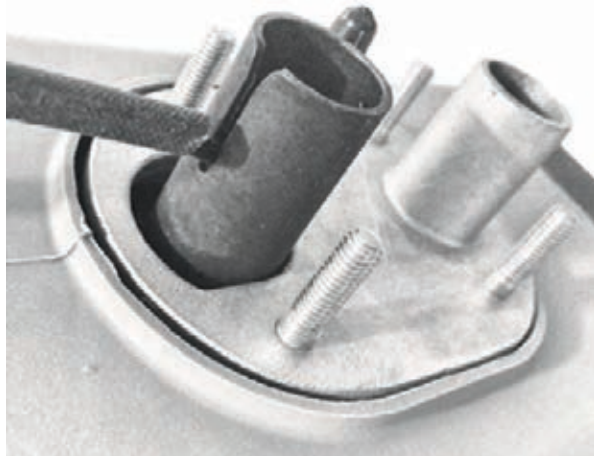

Fig. 40
- Begradigen Sie die Leitungen (zwei schwarze 0,6mm² Litzen mit Schutz-schlauch) und führen Sie sie durch den Längsschlitz des Brennlufteinlaß-stutzens (Fig. 40.)